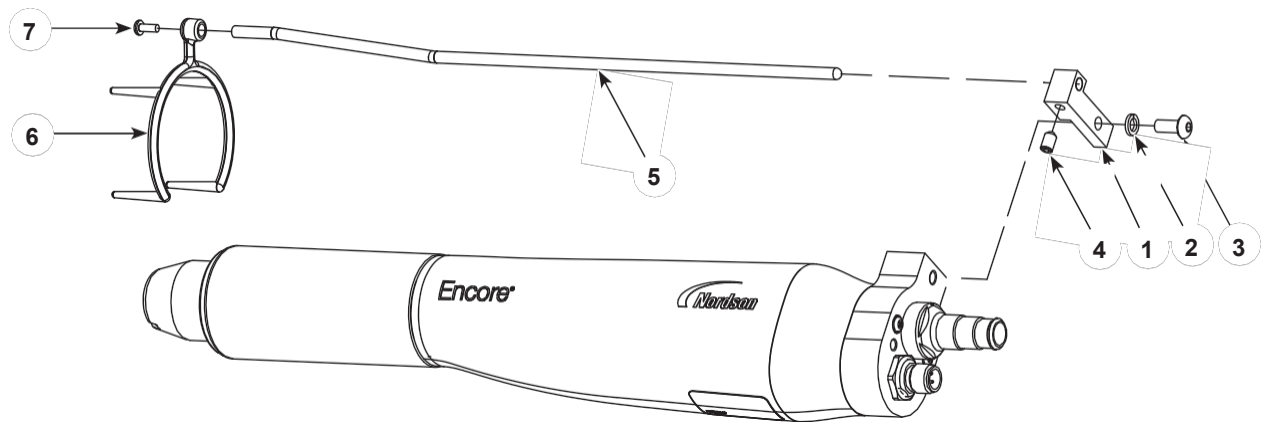

Abbildung 6 Installation des Ionenkollektors - Flachstrahldüse abgebildet
1. Siehe Abbildung 6. Montieren Sie den Montageblock (1) mit der M5 Sicherungsscheibe und der Schraube (2, 3) an der Pistole.
2. Führen Sie den Kollektorstab (5) in den Block ein und befestigen Sie ihn mit der M5 x 8 Madenschraube (4), die im Ionenkollektor-Kit enthalten ist.
3. Schieben Sie die Mehrpunktspitze (6) auf die Düsenmutter und befestigen Sie sie mit der M3-Schraube (7) an der Sammelstange.